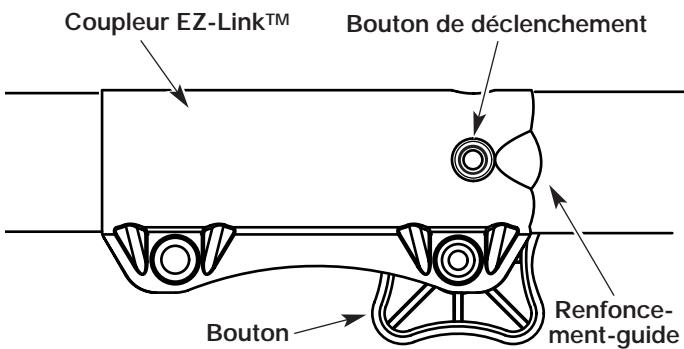

Fig. 6
1. Dévissez le bouton vers la gauche (Fig. 6).
2. Appuyez sur le bouton de déclenchement et maintenez-le enfoncé (Fig. 6).
**NOTE** : aligner le bouton de déclenchement avec le renforcement-guide facilitera l'installation (Fig. 6).